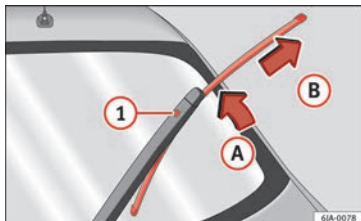

Bild 70 Blad för bakrutetorkare
- Lyft bakrutetorkarmen bort från glaset, samtidigt som du flyttar bladet något i armens riktning, pil ① » » bild 70.